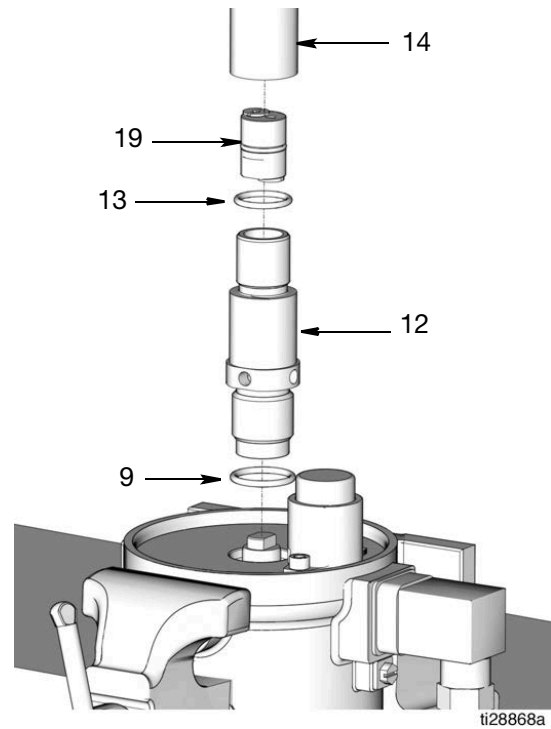

FIG. 18
14. Rimuovere l'O-ring (13) dal tubo di uscita (14). Rimuovere l'O-ring (9) dal cilindro della pompa (12). Smaltire gli O-ring secondo le norme vigenti per il corretto smaltimento (FIG. 18).